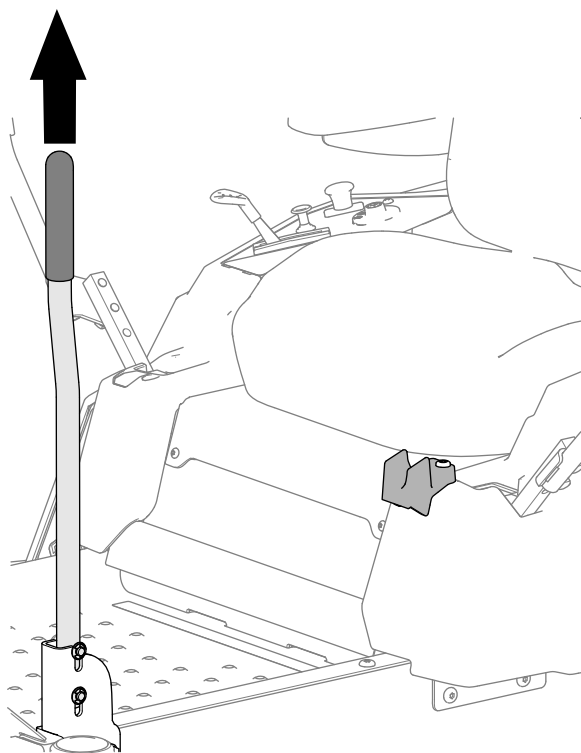

Figura 11
1. Levante el asidero como se muestra en la Figura 11.